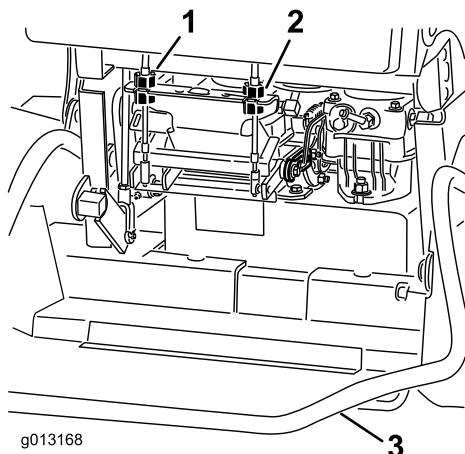

Figura 55
4. Gire la rueda de ajuste del cable derecho hasta que la palanca de control de movimiento derecho quede posicionado en el centro de la ranura de bloqueo/punto muerto del panel de control. Luego, gire el ajuste del cable izquierdo hasta que la velocidad de la rueda izquierda coincida con la velocidad de la rueda derecha establecida anteriormente. (Figura 55).